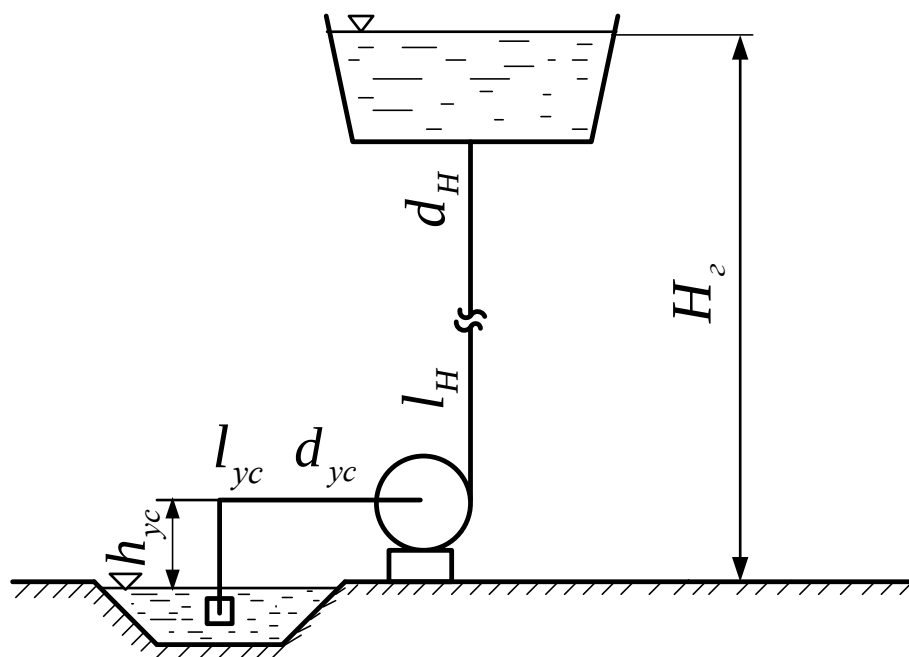

Рис.3. Схема насосної установки.
Підібрати насос і виконати розрахунок насосної установки (визначити показники її роботи - H , Q , η , N) призначеної для подачі води витратою $Q = 10 \text{ л/с}$ при температурі до 30°C на висоту $H_z = 30 \text{ м}$ по трубопроводу із чавунних труб, усмоктуюча частина якого має довжину $l = 20 \text{ м}$ і діаметр $d = 150 \text{ мм}$, а напірна – довжину $l = 400 \text{ м}$ і діаметр $d = 150 \text{ мм}$. Втрати напору в місцевих опорах прийняти: в усмоктувальній лінії однаковими з втратами напору по довжині, а в напірній лінії – 10% від втрат по довжині (рис. 3).
характеристик насоса (рис. 3) в тому ж масштабі, що і напірна характеристика насоса. Для цього на осі H відкладаємо $H_z = 30\text{м}$, а далі від неї будуємо параболу. На перетині напірних характеристик насоса $H - Q$ і трубопровода $H_T - Q$ отримаємо робочу точку A .
5. По відповідним осям (рис. 3) для робочої точки отримаємо наступні значення показників роботи насосної установки : $H = 32,5\text{м}$; $Q = 11\text{л/с}$;